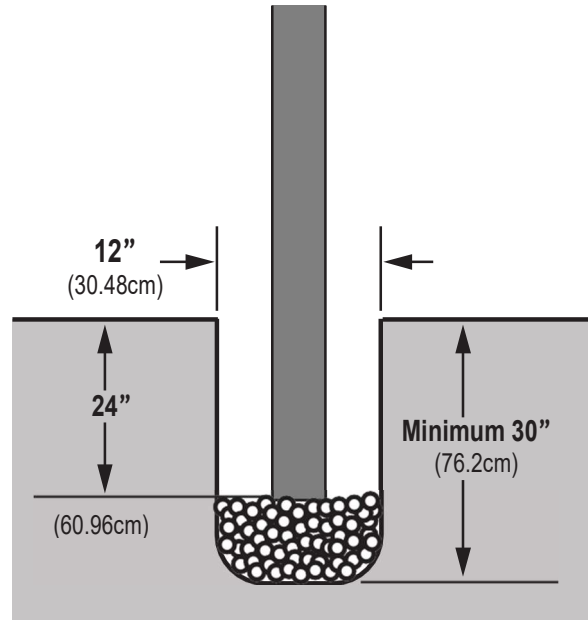

Fig 2. Setting Posts
1. **Dig or auger post holes.** The Vinyl Posts require a **12" DIAMETER HOLE** and must be at least **30" BELOW GRADE.** (See Fig 2.)
1. **Creuser ou forer** les trous de poteau. Les poteaux en vinyle nécessitent un **trou de 12" de diamètre** et doivent être enterrés à **au moins 30" sous le niveau du sol** (voir Fig. 2). *En zones sujettes au gel, assurez-vous que les trous atteignent une profondeur inférieure à la ligne de gel.*